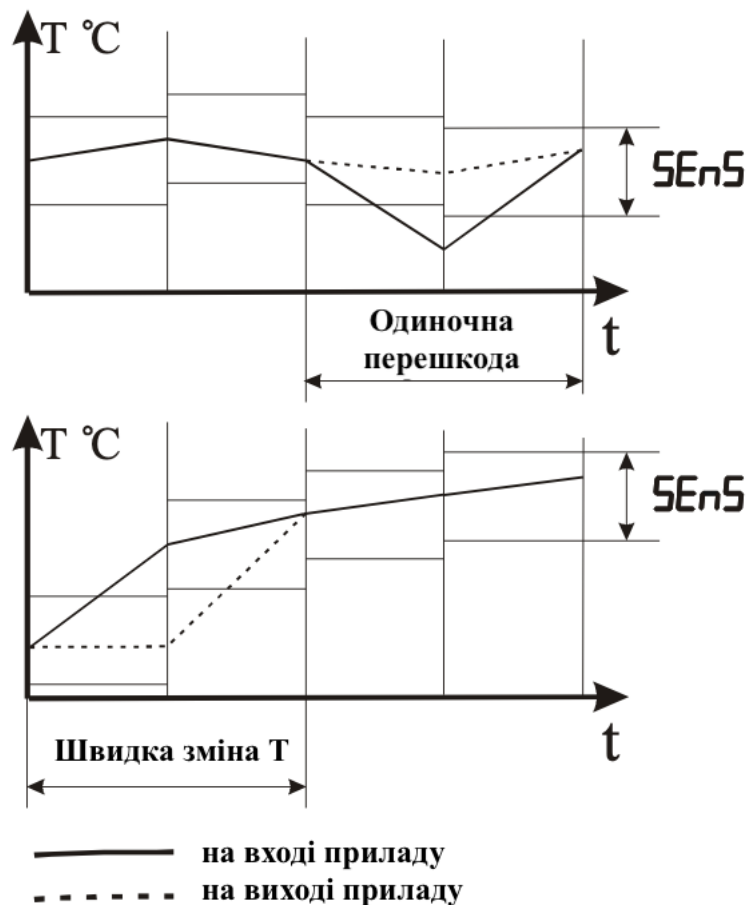

Рисунок 3.2 – Робота фільтра під впливом випадкових перешкод і різких змін сигналу
3.3.3.6 З метою зменшення впливу випадкових імпульсних перешкод на показання в прилад впроваджена цифрова фільтрація. Робота фільтра описується параметром «Смуга фільтра». Якщо поточне значення температури відрізняється від результатів попереднього вимірювання на величину, яка перевищує значення, зазначене в параметрі «Смуга фільтра», то температура вимірюється повторно, а на індикаторі залишається старе значення (див. рисунок 3.2).